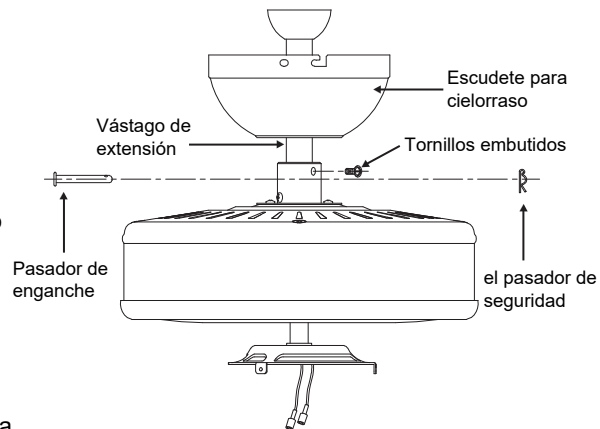

Fig. 6
Paso 4. Enrute los cables que salen de la parte superior del motor del ventilador a través del escudete y luego a través de la bola/vástago de extensión (**Fig. 6**)
Paso 5. Alinee los orificios en la parte inferior del vástago de extensión con los orificios de la virola en la parte superior de la caja del motor (**Fig. 6**). Inserte con cuidado el pasador de enganche a través de los orificios de la virola y el vástago de extensión. Es importante no forzar el pasador contra el cableado ubicado dentro del vástago de extensión. Inserte el pasador de seguridad a través del orificio cerca del extremo del pasador de enganche hasta que quede trabado en posición cerrada, tal como se indica en el círculo insertado de la **Fig. 6**.
Paso 6. Ajuste firmemente los dos tornillos embutidos del motor del ventilador (**Fig. 6**).